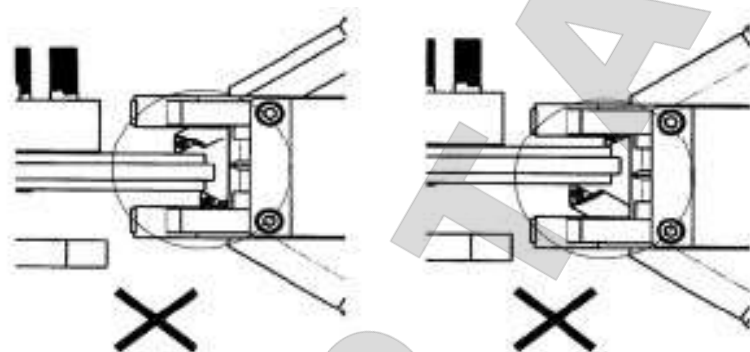

Fig. 32
- 4 — Перемещайте CL801 к середине тормозного диска пока осевая линия CL801 и тормозного диска не совпадут — рисунок 32 и 33. Перемещайтесь по центральной линии максимум на 2 мм по направлению внутренней стороны машины.
- 6 — Снимите резиновую заглушку с тормозного диска — рисунок 32.